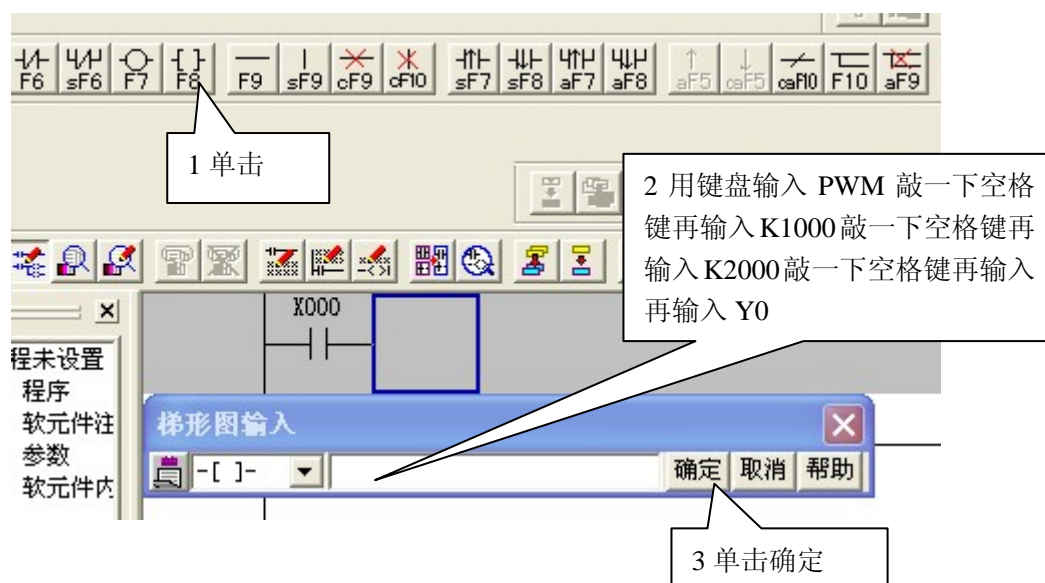

图 5-46 PWM 电路编写
(1) 单击  符号在弹出对话框输入“X000”点击确定, 然后再单击  符号在弹出对话框输入如下图 5-46。